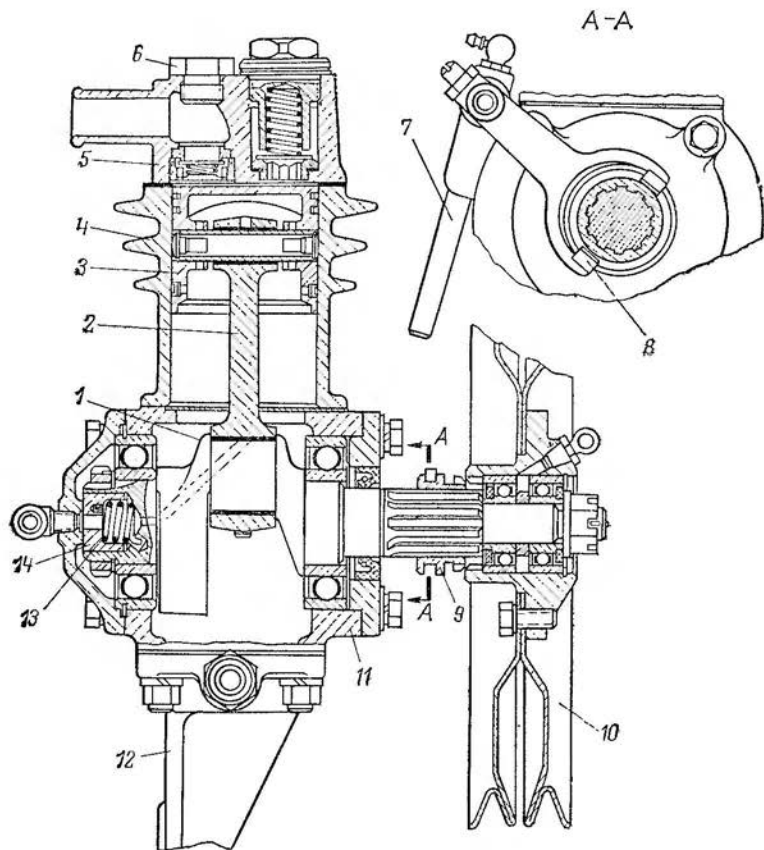

Рис. 114. Компрессор:
На автомобилях ГАЗ-66 установлен компрессор (рис. 114), предназначенный для накачки шин воздухом.
Нарушение уплотнения подвода масла к компрессору	Заменить уплотнитель 14 (см. рис. 114) или заднюю крышку компрессора
- снять шкив 10 (см. рис. 114) компрессора с подшипниками в сборе;
отвернуть заглушку 6 (см. рис. 114) или разгрузочный цилиндр;